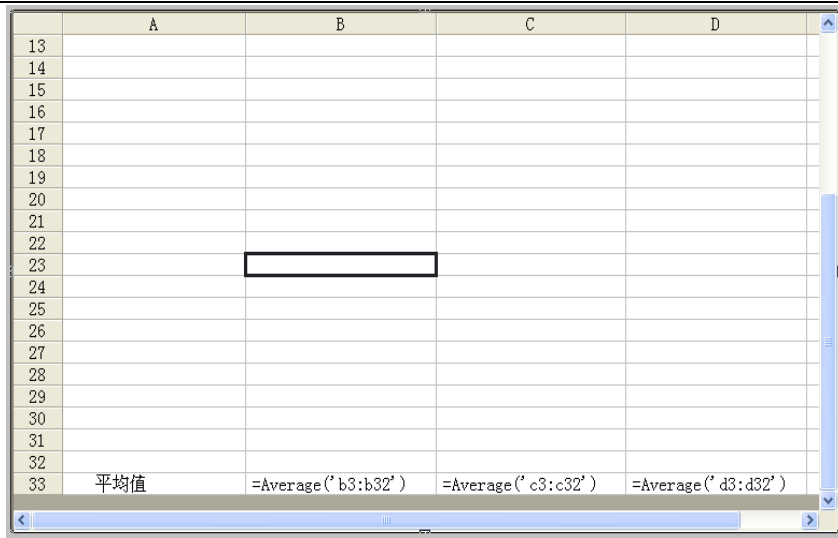

图 8-27
- 4、在报表窗口的 b33 单元格中填写 “=Average('b3:b32')” ， c33 单元格中填写 “=Average('c3:c32')” ， d33 单元格中填写 “=Average('d3:d32')” ，如图 8-27 所示。